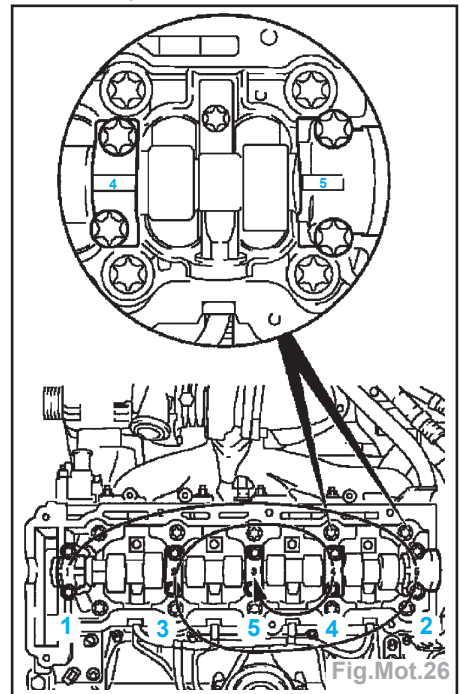

Fig.Mot.26
- Déposer les chapeaux de palier d'arbre à cames en commençant de l'extérieur et en spirale, en faisant 1/2 tour, puis 1 tour (Fig.Mot.26).